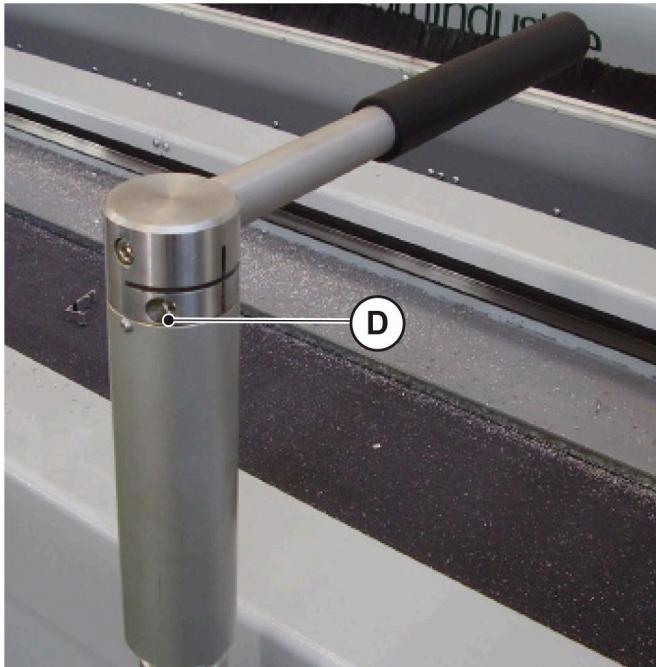

Fig. 09-06
- retire a camisa de suporte acionando o parafuso “D” (Fig. 09-06);
- fixe novamente a camisa do suporte de perfil, atuando no parafuso “D” (Fig. 09-06), verificando se a posição do suporte está perpendicular à bancada.